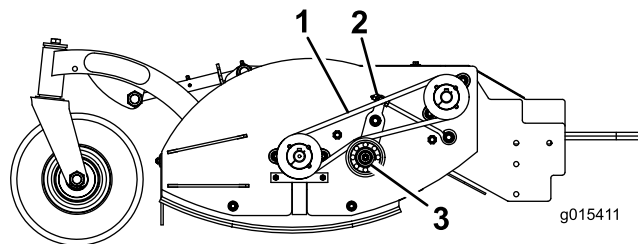

Figura 10
Inspeccione visualmente la correa (Figura 10), en busca de suciedad, desgaste, grietas o señales de sobrecalentamiento. Si la correa está excesivamente desgastada o muestra señales de deterioro, cambie la correa.
Para cambiar la correa, complete el procedimiento siguiente, con referencia a Figura 10:
La correa está correctamente tensada cuando una fuerza de 2 kg desvía la correa 13 mm en el punto intermedio del tramo más largo (Figura 10).
- A. Afloje la contratuerca (Figura 10)